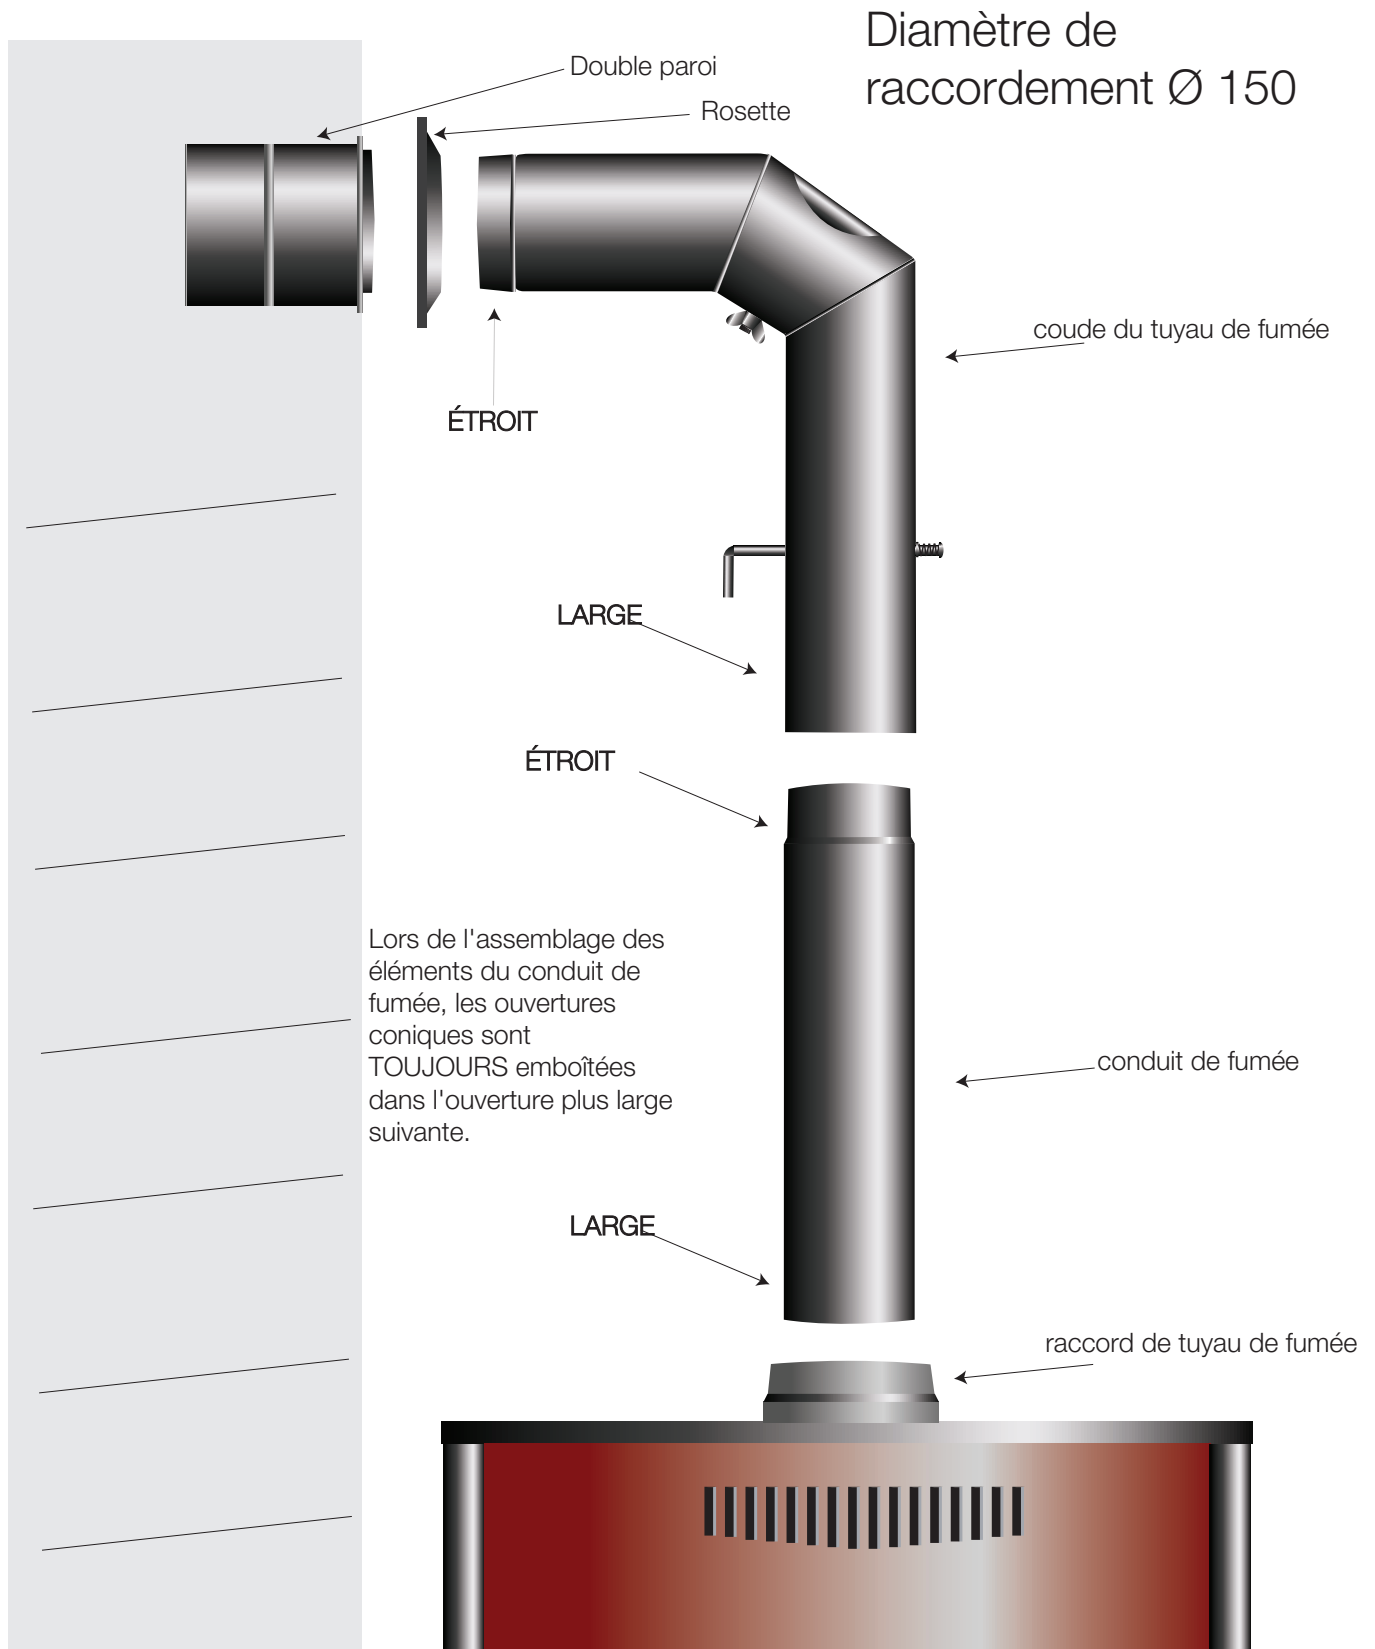

Figure 5 Raccordement du poêle à bois à la cheminée
6. Figure 5 : Raccordement du poêle à bois à la cheminée	Page 7